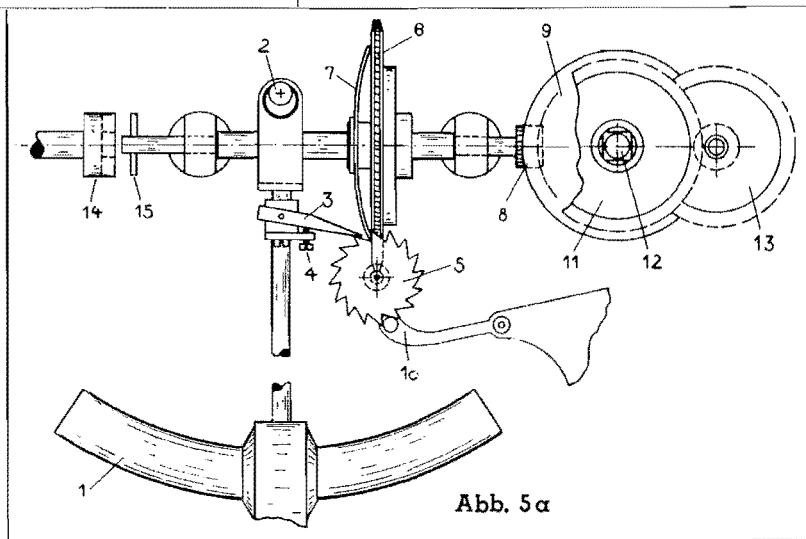

Abb. 5a
Abb. 5a zeigt den schematischen Aufbau. Es bedeutet (1) Pendel, (2) Pendelaufhängung, (3) Schaltklinke, (4) Stellschraube, (5) Schaltrad mit Schnecke, (6) Schneckenrad aus Durcoton, (7) Frikitionsfeder, (8) Trieb, (9) Kronräder, (10) Einfallhebel mit Rolle, (11) Stundenrad, (12) Minutenwelle, (13) Wechselrad. Schaltrad (5), das auf der Schneckenwelle sitzt, hat 16 Zähne. Die Stellung von Schaltrad-einfallhebel und Klinke bei lotrechter Lage des Pendels ist in der
Abb. 5a deutlich zu sehen. Die Tiefe der Klinke (3) wird mittels der Schraube (4) eingestellt. Die Schaltklinke muß so tief stehen, daß sie den geschalteten Zahn des Schaltrades beim Weiterschwingen des Pendels nochmals deutlich anhebt. Bei jeder vollen Pendelschwingung wird also das Schaltrad (5) um einen Zahn weitergeschaltet. Mittels der Schnecke, Schneckenrad (6) und Trieb (8) wird die Bewegung auf die beiden Kronräder (9) bzw. Minutenwelle (12) übertragen. (14) ist die Zeigerstellwelle. Durch Kuppeln derselben mit der Welle (15) und mittels der Fiktion (7) können die Zeiger der Uhr bequem verstellt werden. Die Zeigerstellwelle kann